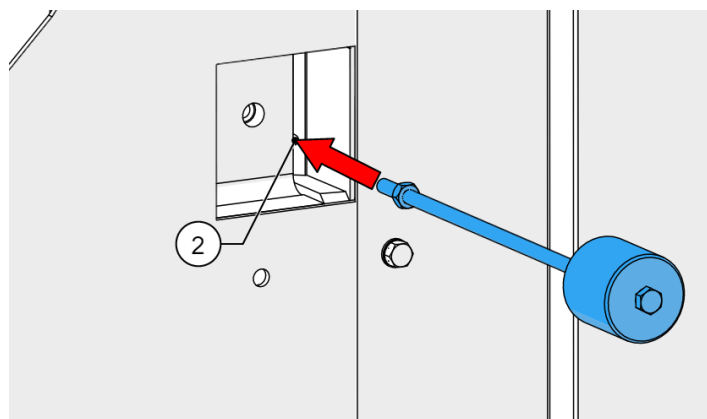

Figure 61 - Marteau à inertie
8. Insérez un marteau à inertie approprié dans le trou M8 (2, Figure 61).